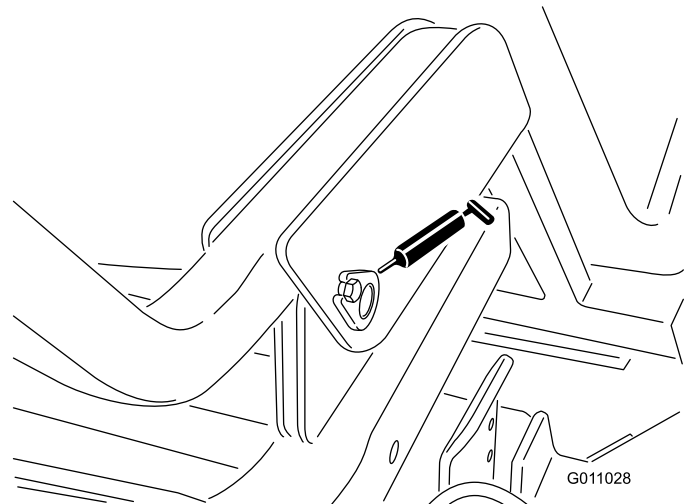

Figura 35
- Perno inferiore del cassone (2) (Figura 35).